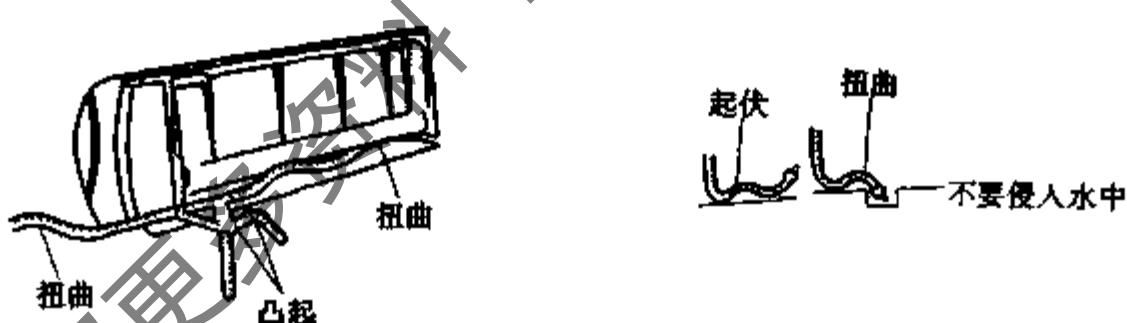

图 7-41 布置排水软管
- (1) 排水软管一定布置成流水顺畅的下斜形式。
- (2) 不要布置成图 7-41 所示情况。即不要扭曲、凸起、起伏等，不要将出水口置于水中。